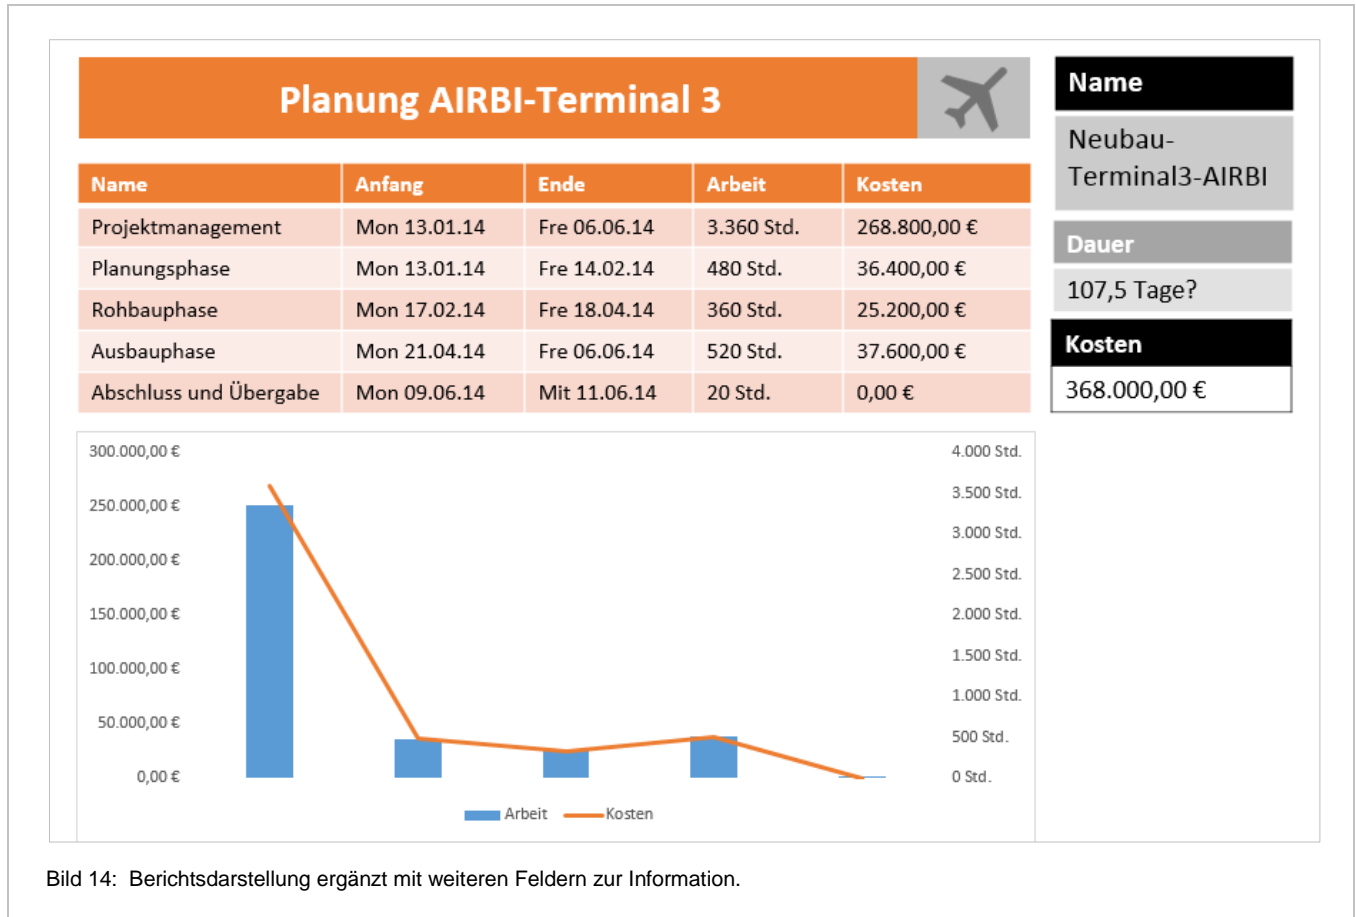

Bild 14: Berichtsdarstellung ergänzt mit weiteren Feldern zur Information.
Die Funktionen für das Einfügen von Tabellen und Diagrammen lassen sich beliebig kombinieren. So können Sie z.B. über die Tabellenfunktion weitere Projektdetails einblenden (Bild 14 rechts). Die Vorgehensweise ist denkbar einfach:
- Wiederholen Sie den Vorgang erneut und wählen Sie das Feld *Kosten*. Ordnen Sie anschließend die drei Tabellen untereinander an (siehe Bild 14 rechts).